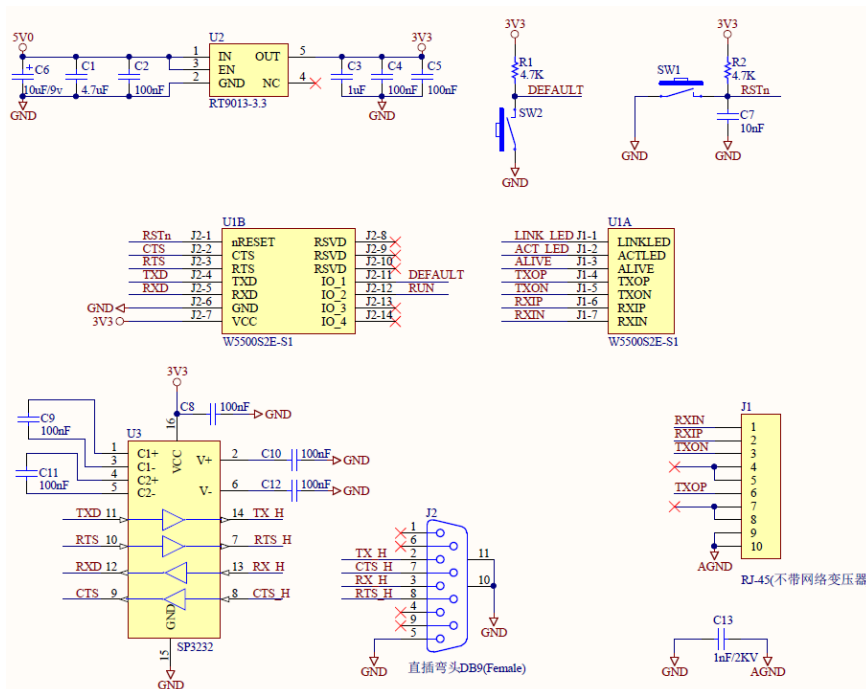

图 2-4 W5500S2E-S1 评估板参考设计原理图
◆ RJ45 接口管脚排列如图 2.4 所示。
- ◆ 评估板参考设计原理图如图 2-4 所示，用户在应用 W5500S2E-S1 模块做二次开发时可以参考该图设计。